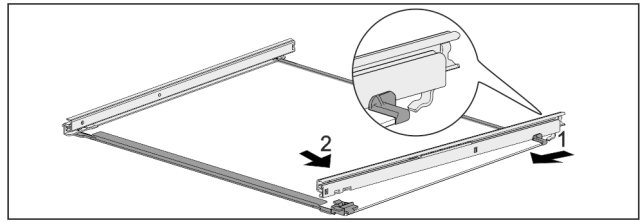

Fig. 125 Glasplaat met rails
- ▶ Rail achter vastmaken. Fig. 125 (1)
- ▶ Rail voor vastmaken. Fig. 125 (2)